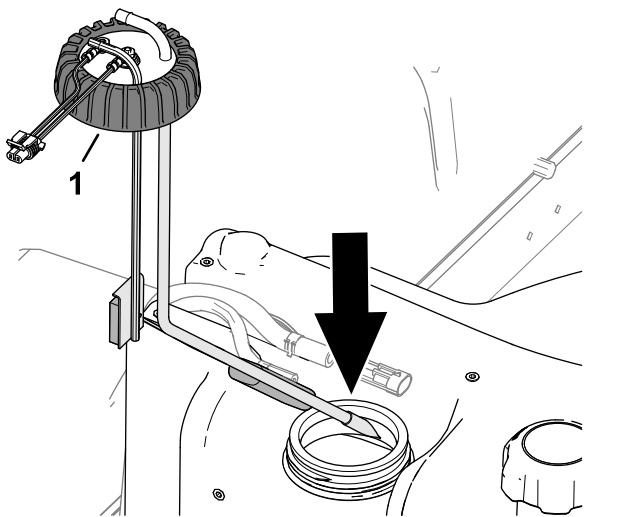

Bild 96
2. Setzen Sie das Kraftstoffaufnahmerohr und den Schwimmer vorsichtig in den Kraftstofftank (Bild 96).